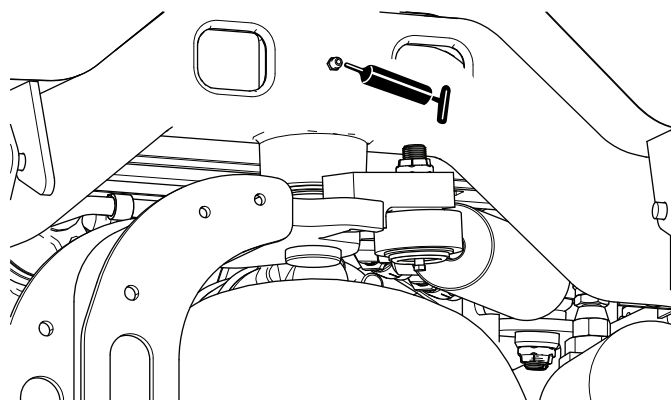

Figure 63
- Pivot de direction (Figure 63)